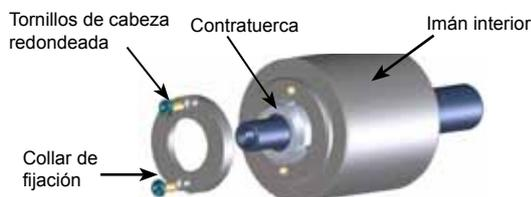

FIGURA 11
3. Retire los dos tornillos mecánicos de cabeza redondeada de 6 mm y el collar de fijación. Inserte una barra de latón a través de un orificio entre dos dientes del rotor y retire la contratuerca (consulte la figura 11). Deslice el imán interior para sacarlo del eje. No olvide que éste es un imán muy potente. Si se requiere otro desmontaje de la bomba, consulte el paso 7 de **DESMONTAJE DE LA BOMBA**.